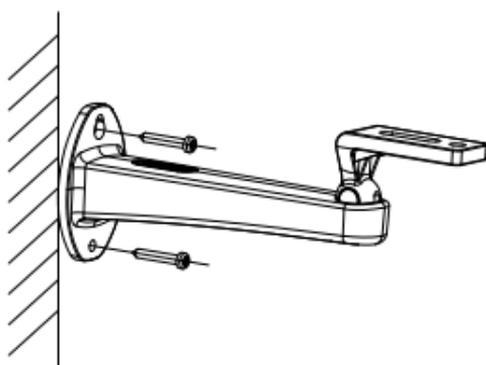

图3-6 固定支架
**步骤1** 按照壁装支架底座的孔位在墙面上打孔，用两颗PA4\*25螺丝将壁装支架固定在墙面上，如图3-6所示。